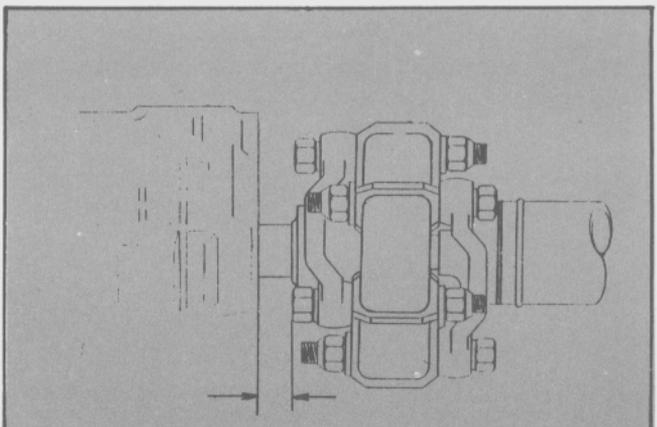

Fig. 12- Distancia a mantener durante la instalación.
**Importante:** Durante la instalación deberá evitarse que los componentes del árbol de transmisión hagan tope contra la extensión de la caja de velocidades. (Fig. 12).